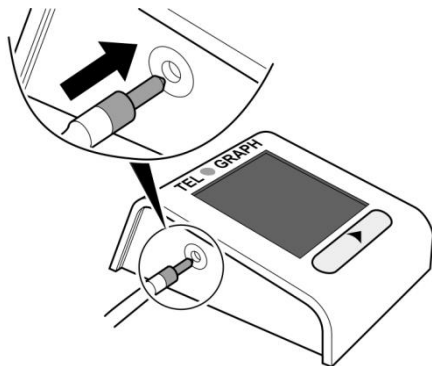

Fig. 6: Conecte el tubo flexible de aire
- 1) Inserte la conexión del tubo flexible en el conector para el tubo flexible que se encuentra en el lado izquierdo del dispositivo de medición (Fig. 6).